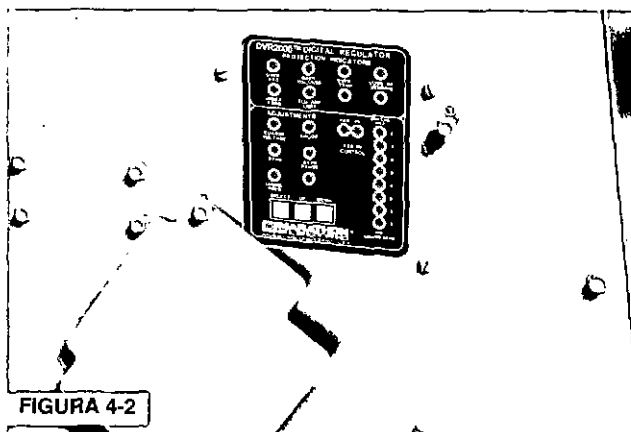

FIGURA 4-2
4. Coloque el fusible del regulador y ajuste el voltaje al valor requerido (Figura 4-2). Chequee todo voltaje línea-a-línea y línea-a-neutro para asegurar que sean correctos y estén balanceados. Si los voltajes no son correctos, pare el sistema de inmediato y vuelva a chequear todas las conexiones. Ver Sección 3.
El voltaje de salida del generador es controlado por el regulador de voltaje. Hay una cubierta para alcanzar el tablero de control en el lado de la caja de conducto del generador (Figura 4-2). Consulte el manual del regulador para información detallada. En casos en que se usen reguladores especiales o de montaje remoto, consulte las instrucciones suministradas por el ensamblador del grupo generador, y el manual del regulador de voltaje.